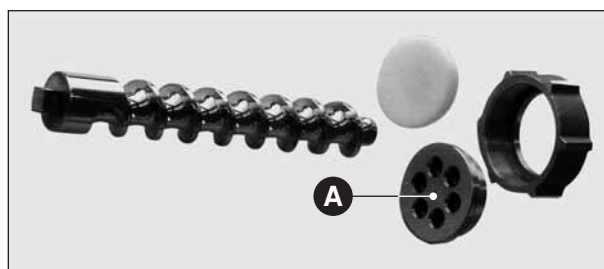

Fig. 15
6.2 PULIZIA DI: MESCOLATORE, COCLEA, GHIERA E TRAFILA (Fig. 15)
La trafilatura (Fig. 15 A) va mantenuta in un recipiente immersa in acqua, per tutto il tempo che rimane inutilizzata.